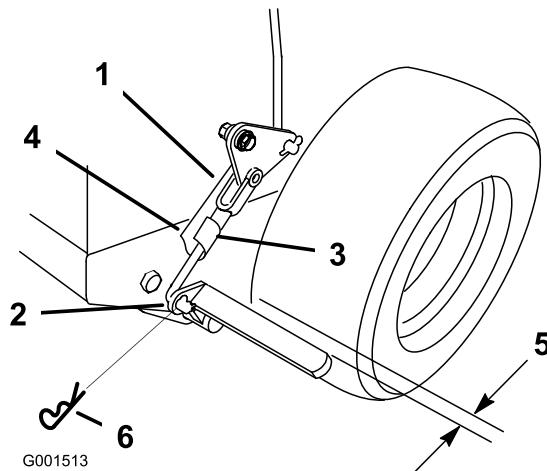

Figura 47
3. Retire el pasador de seguridad del acoplamiento inferior del freno (Figura 47).
4. Gire la horquilla del acoplamiento de freno inferior en el sentido de las agujas del reloj (enroscar) para apretar el freno de estacionamiento; gire la horquilla del acoplamiento del freno en el sentido contrario a las agujas del reloj (desenroscar) para aflojar el freno de estacionamiento (Figura 47).
Nota: Debe haber un espacio de aproximadamente 1/4 pulgada entre el neumático y la barra plana cuando el freno de estacionamiento está en posición de quitado (Figura 47).
5. Fije el acoplamiento inferior a la palanca de freno inferior con el pasador de horquilla y el pasador de seguridad (Figura 47).